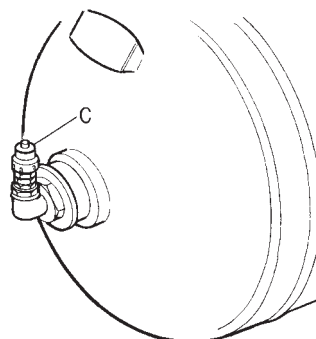

fig. 11
- Op de elektrocompressor is een veiligheids slagklep aangebracht die op een hogere druk geijkt is dan de maximale door de pressostaat bepaalde werkingsdruk. De slagklep grijpt bij slechte werking van de pressostaat in door een vluchtweg voor het luchtoverschot te operen (Fig. 11).
De werking van deze klep iedere 2000 uur controleren. De compressor stilleggen wanneer hij een druk van 6-7 bar heeft bereikt en krachtig aan de ring van veiligheidsklep C trekken, maar zonder het gezicht dichtbij te houden. Er komt inderdaad druklucht uit. Indien de klep bij loslaten van de ring sluit zonder lucht uit te laten, is de klep volledig efficiënt (Fig. 11).